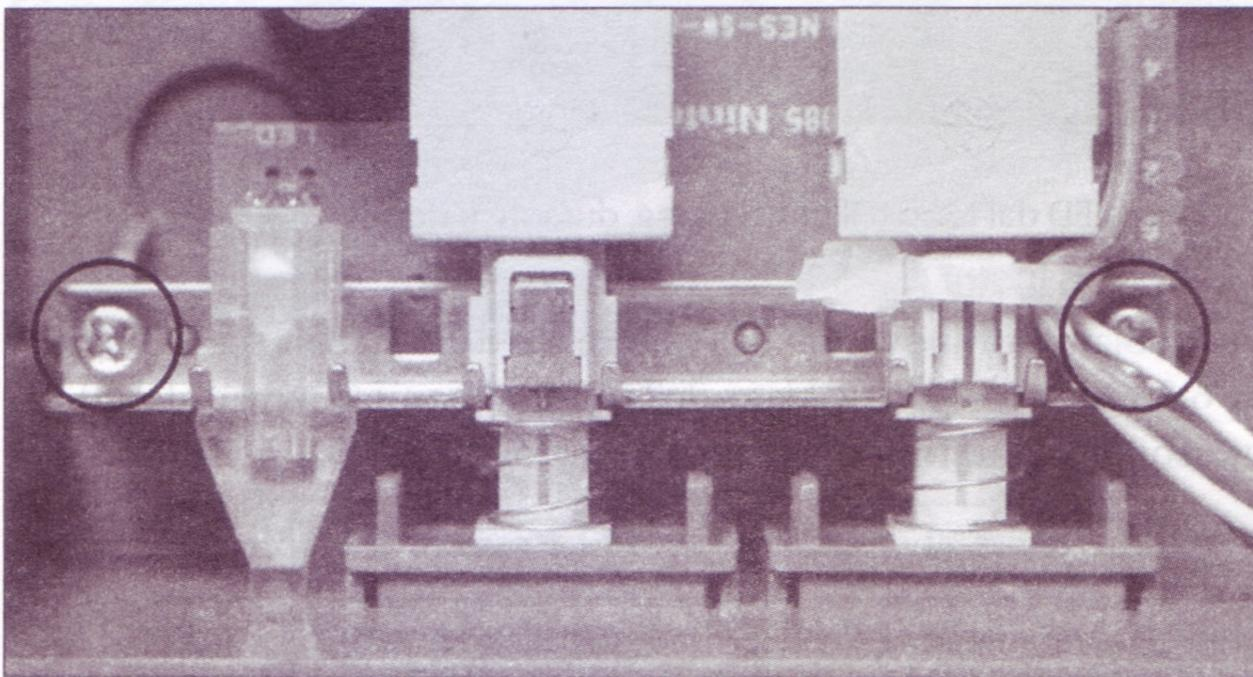

Figura 6.23 Il LED e la scheda di circuiti dei tasti.
8. Sull'angolo anteriore sinistro del sistema vedrete una piccola scheda di circuiti contenente un LED e due tasti (quelli di accensione e reset della console). Svitare le due viti che fissano questa piccola scheda al guscio inferiore (Figura 6.23).